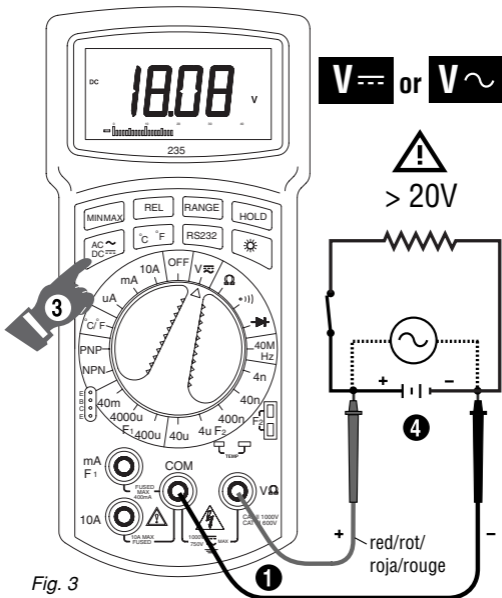

Fig. 3
DC AND AC VOLTAGE MEASUREMENT (See Fig. 3)
- 1 Connect test leads as shown in figure 3.
D • Gleich- und Wechselspannungsmessung (Siehe Fig. 3)
- 1 Meßkabel gemäß Fig.3 verbinden.
E • Medidas de tensión CC y CA (DCV y ACV) - (vea Fig 3)
F• Mesure de Tensions CC et CA (voir fig. 3)